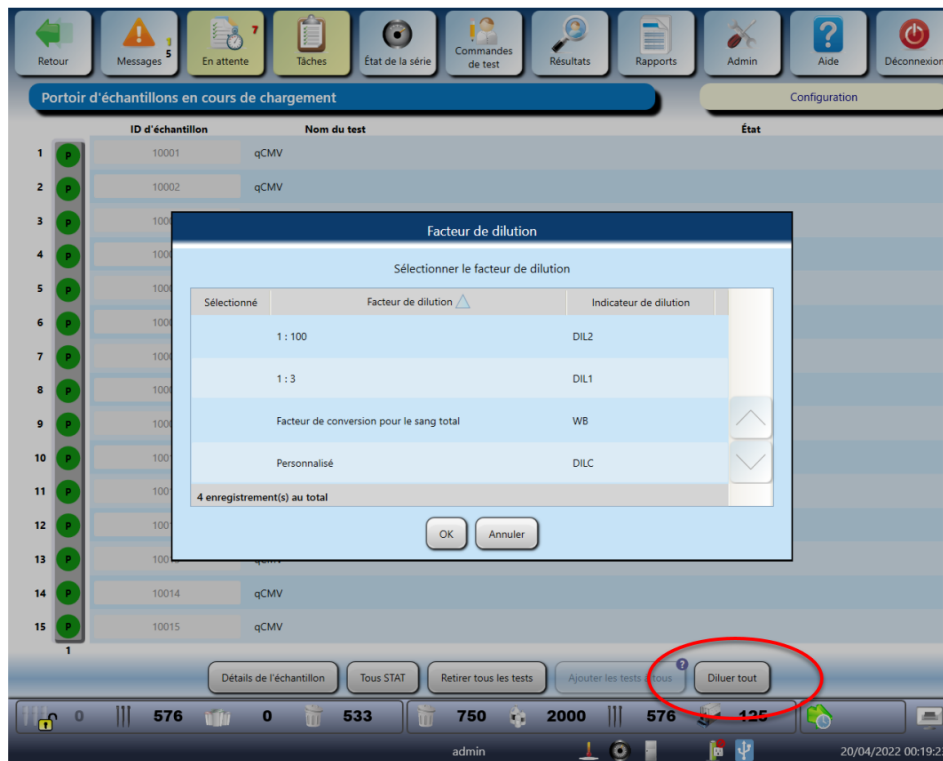

Figure 5. La fenêtre *Facteur de dilution* de l'écran *Chargement du portoir d'échantillons* (Exemple)
- f. Jeter le collet de reconstitution et le flacon en verre (Figure 5, Étape 8).